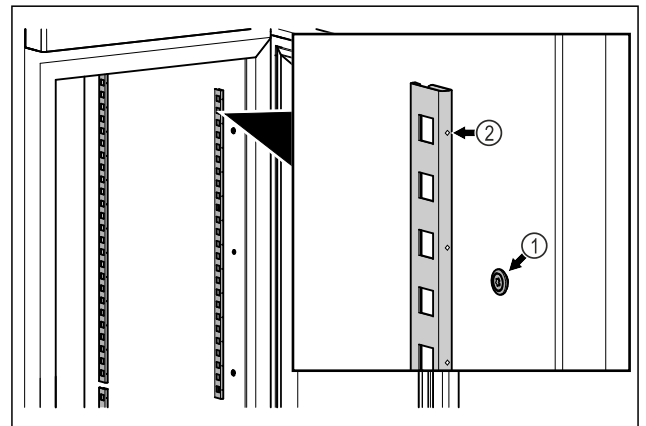

Fig. 48 Beispielhafte Darstellung
- Rastenleisten in Aufhängung Fig. 48 (1) einhängen. Markierung Fig. 48 (2) muss nach vorne zeigen.